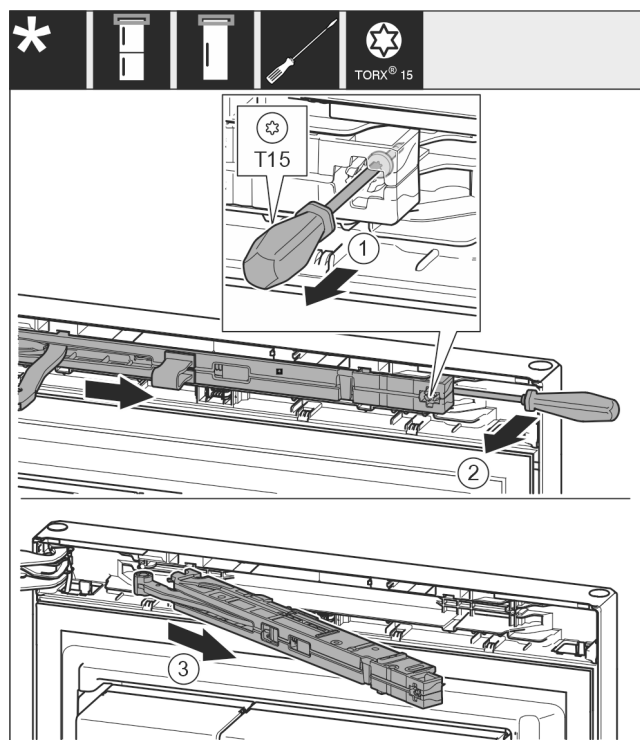

Fig. 11
▶ 用螺丝刀将关门阻尼单元上的螺钉 Fig. 11 (1) 松开 14 mm。
▶ 用螺丝刀在手柄侧向前推动关门阻尼单元 Fig. 11 (2)。
▶ 拉出关门阻尼单元 Fig. 11 (3)。